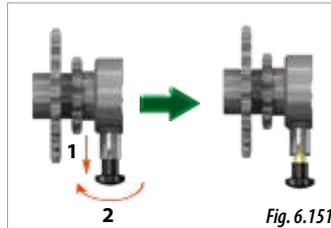

Fig. 6.151
- 3-** Sull'asse di trasmissione in cui si trova la frizione (Fig. 6.149), tirare la sicura e ruotarla di 90° per bloccarla in posizione di trasmissione libera (Fig. 6.151).